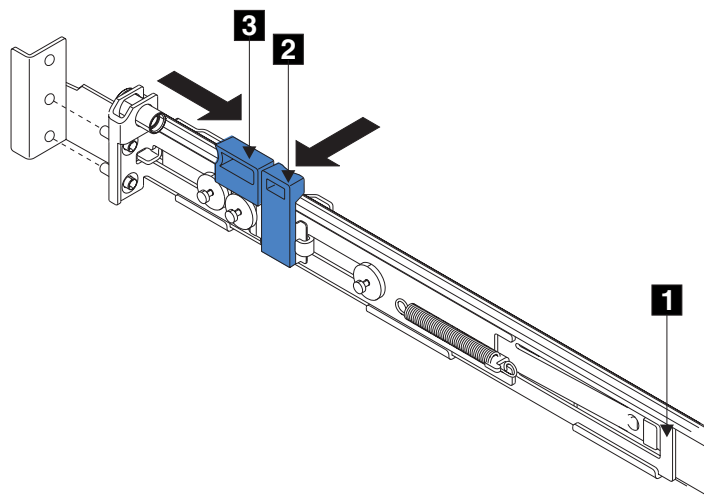

図 29. 後方のラッチ・ロック・キャリア・アセンブリーのオープン
7. 後方のレール・ブラケット **1** (図 29) を、止まるまでレールの前面に向かって押す。これで、レールは、最も短い位置に調整されました。
14. 後方のレール・ブラケット **1** (33 ページの図 29 を参照) を、ラックの背面に向かって押し、位置決めピンをラック・マウント・フランジに合わせる。
15. ラッチ・ロック **2** (33 ページの図 29 を参照) をレールから押し出して、キャリアを解放する。ラッチ・ロック・キャリアは、ラックの背面に向かってスライドし、位置決めピンは、背面フランジおよび背面レール・ブラケットにある穴を突き抜けます。